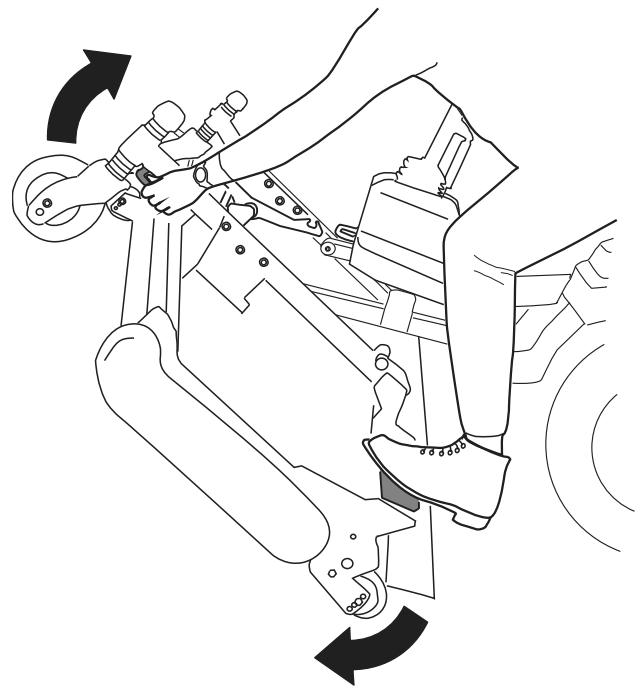
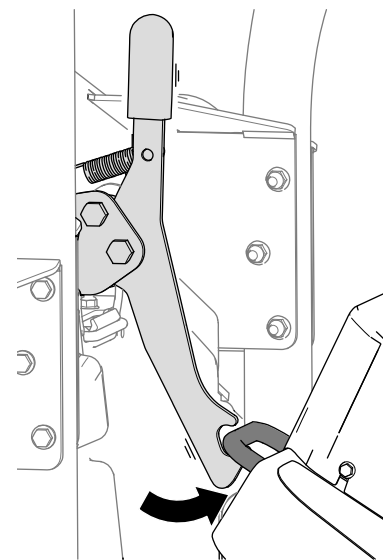
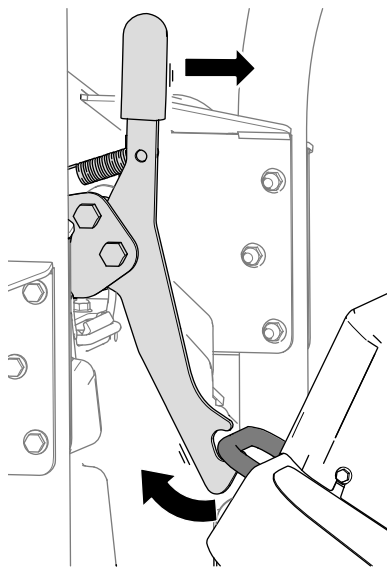

Bild 32
Bild 33
Bild 34
5. Drehen Sie das Mähwerk (Bild 32) so, dass die Verriegelung in die Befestigungshalterung (Bild 33) einrastet.
1. Lösen Sie die Verriegelung des Mähwerks von der Befestigungshalterung (Bild 34), indem Sie das Mähwerk leicht nach vorne drehen (siehe Bild 32) und den Verriegelungsgriff nach vorne ziehen.